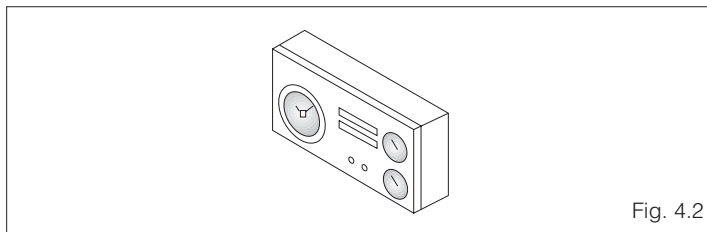

Fig. 4.2
- regolare il termostato ambiente alla temperatura desiderata ( ~ 20°C) oppure se l'impianto è dotato di programmatore orario o termoregolazione verificare che sia "attivo" e regolato (~ 20°C) (fig. 4.2)